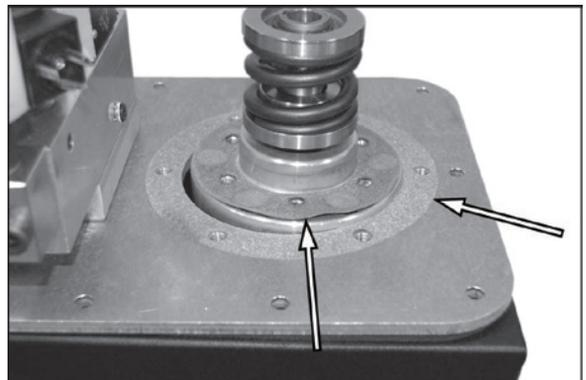

Figure 74.
5. Voir Figure 74. Enlevez le joint d'étanchéité et nettoyez sa surface.